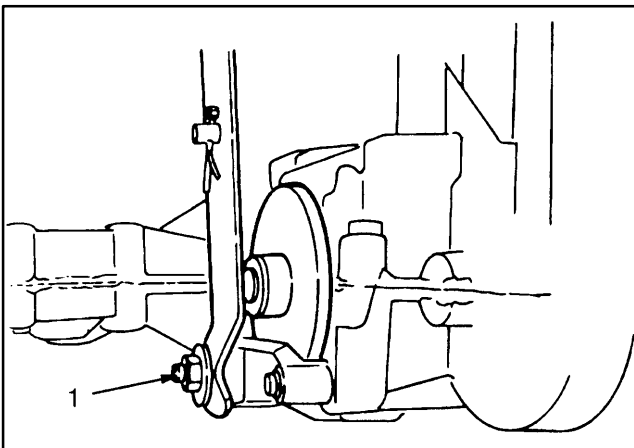

Abbildung 30
3. Die Kontermutter um ca. Umdrehung im Uhrzeigersinn anziehen (Abb. 30).